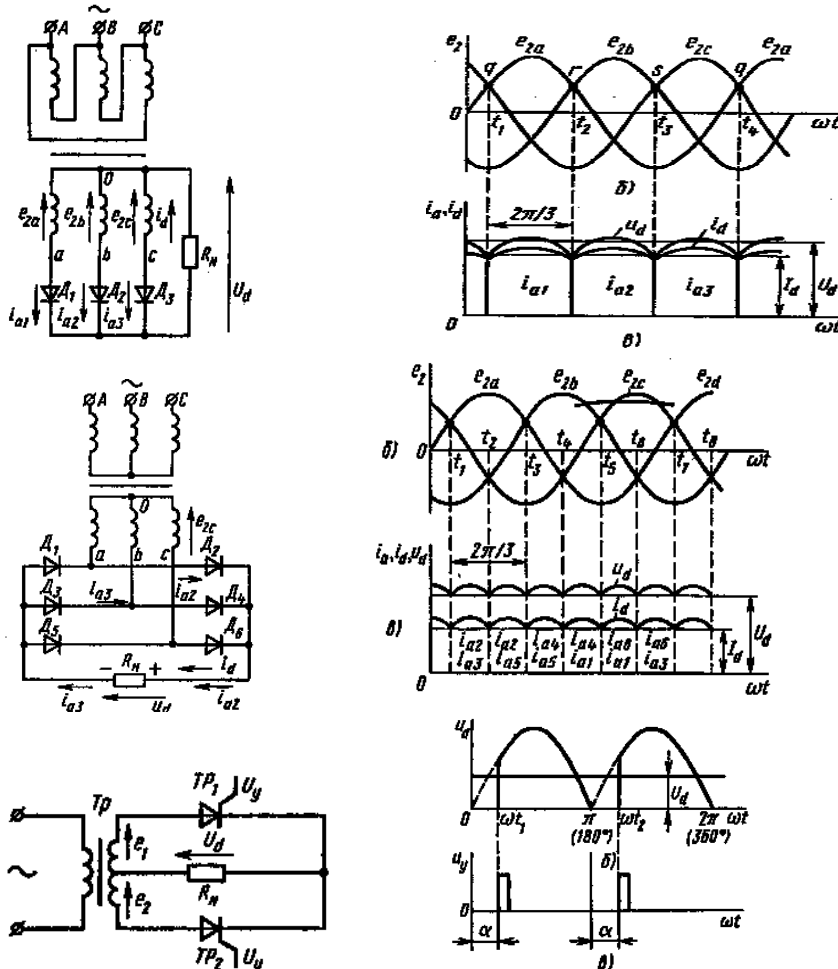

Рис. 2
3. Схемы выпрямителей однополупериодных и двухполупериодных, однофазных и трехфазных, управляемые и неуправляемые, принцип работы (рис. 2), характеристики, технические данные, применение. Фильтры, виды, схемы, применение.
4. Определить элементы схемы автоматики котла КВАГ 1/5 (рис. 2). Объяснить работу схемы, методы поиска неисправностей. Продемонстрировать работу включения котла, определить введенную в схему неисправность.